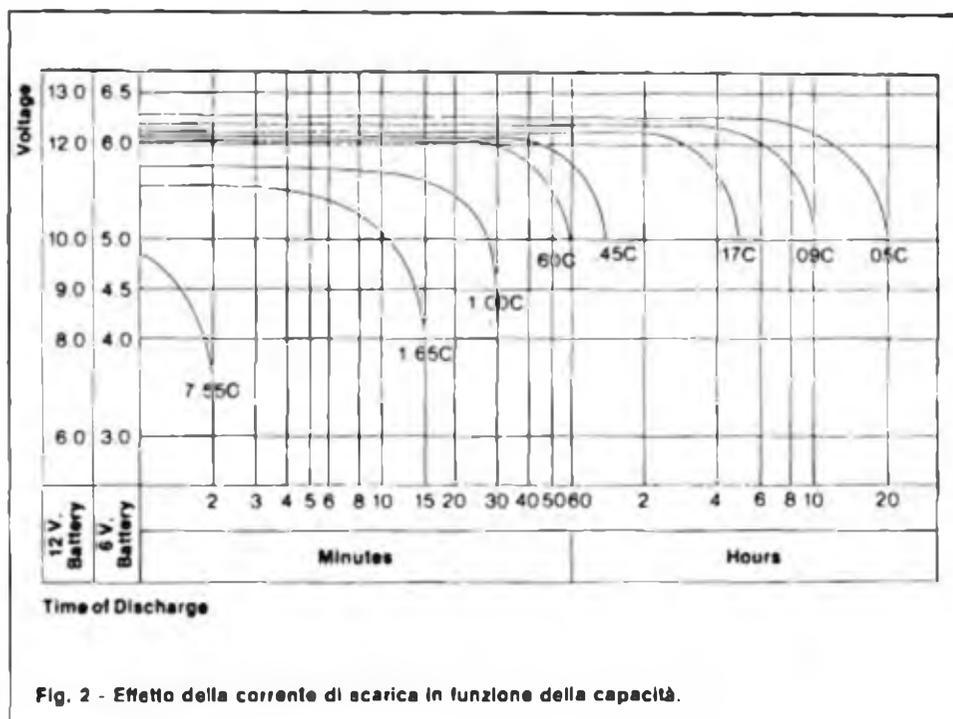

Fig. 2 - Effetto della corrente di scarica in funzione della capacità.
Quando si prevedono temperature al di fuori di 20°C e carichi per tempi diversi da 20 ore (C), bisogna utilizzare la combinazione delle figure 2 e 3.